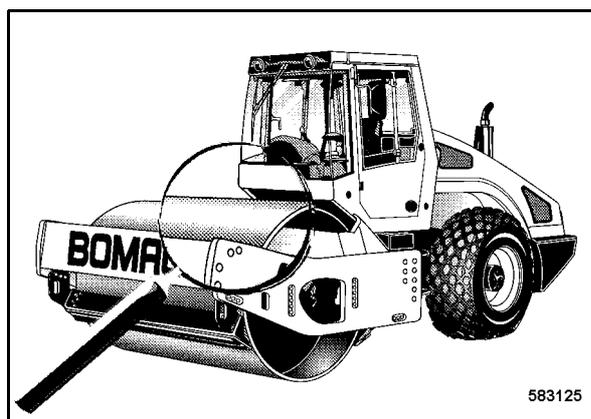

Рис. 195
- Тщательно очищать машину (Рис. 195) не реже одного раза в неделю.
- Надеть новое колесо (Рис. 195) и затянуть гайки крепления колеса крест-накрест с 550 Нм (405 фт.фунт).